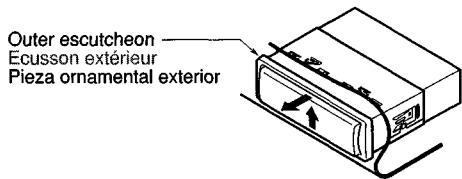

Figure 12 / Figure 12 / Figura 12
- 3. Press the outer escutcheon upward and remove it. (Figure 12)
- 3. Presser l'écusson extérieur vers le haut et le retirer. (Figure 12)
- 3. Presione la pieza ornamental exterior hacia afuera y extráigala. (Figure 12)